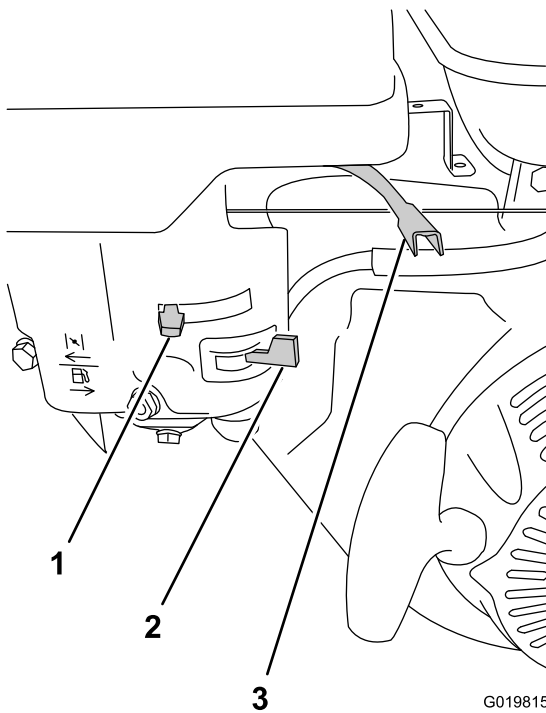

Figura 32
2. Mueva la válvula de combustible a la posición de ABIERTO, totalmente hacia la derecha (Figura 32).
3. Mueva la palanca del estérter a la posición de ACTIVADO (Figura 32).